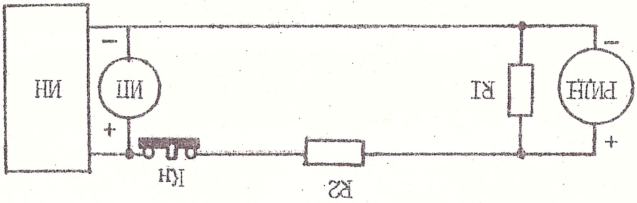

Рис. 3. Схема проверки извешателя РИИ-1
7.3. Прямые работоспособность извещателей от источника дима, подоб схеме рис.3 (приложение 3), установив по прибору III напряжение 260 В. Извещатель считается работоспособным, если:
9.2. Соедините схему согласно рис. 3 приложения 3.
9.8. Нажмите кнопку Кн (см. рис. 3 приложения 3).